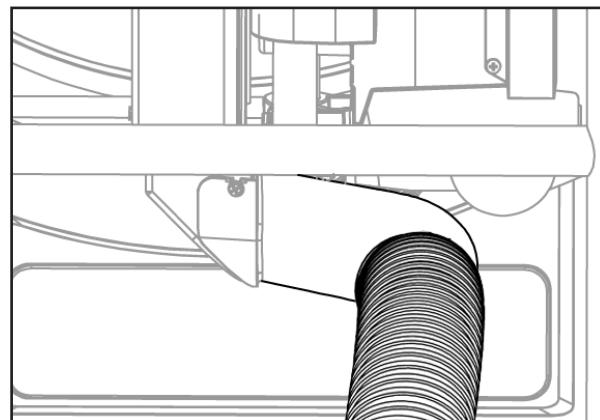

Figure 33
1. Branchez un 2 1/2 pouce aspirateur d'atelier ou un tuyau collecteur de poussière sur l'orifice à poussière situé à l'arrière de la scie pour une récupération optimale. Voir la Figure 33.